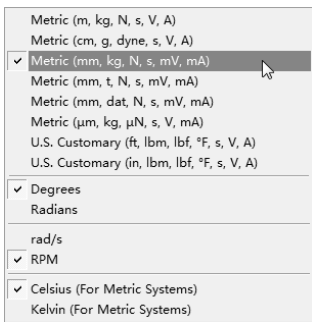

图 11-80 设置分析单位
- 2) 选择【Units】|【Metric (mm,kg,N,s,mV,mA)】命令，设置分析单位，如图 11-80 所示。